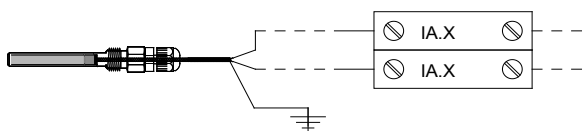

Figura 13
- Nella Figura 13 è possibile vedere un esempio di collegamento degli ingressi analogici.